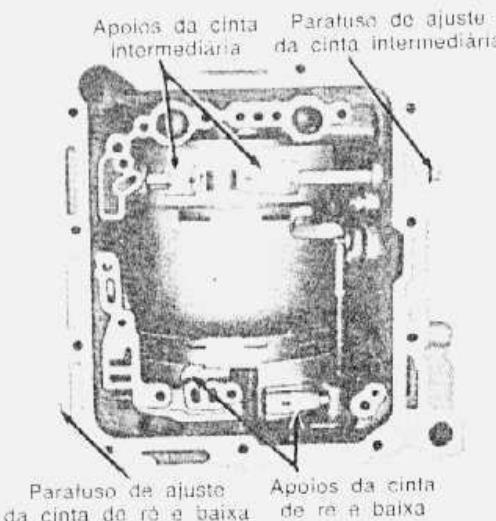

fig. 39 — parafusos de ajuste das cintas e apoios (típico)
7. Soltar o parafuso de ajuste da cinta intermediária (fig. 39) e remover os apoios da cinta intermediária. Soltar o parafuso de ajuste da cinta de marcha-à-reverse e baixa e remover os apoios da cinta. Antes da remoção dos sub-conjuntos da caixa, verificar a folga longitudinal do conjunto, conforme descrito a seguir: